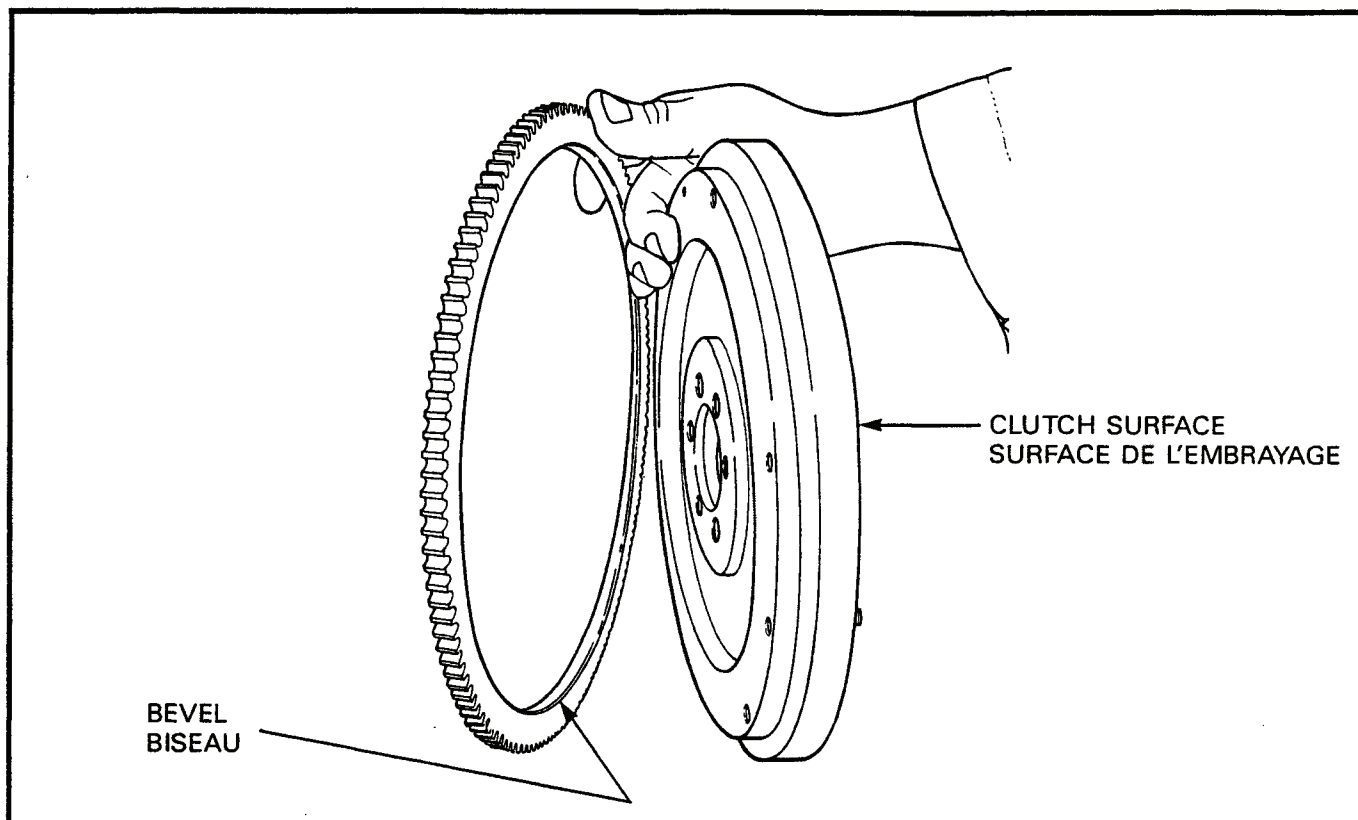

Figure 2-6-33 Ring Gear
48. Installation — To install, proceed as follows: a. Ensure the flywheel surface and the inner circumference of the ring gear are free of dirt and rough spots. b. Place the flywheel on a wood surface with the clutch surface facing down. c. Place the ring gear on the flywheel with the bevel on the inside diameter facing towards the flywheel, see Figure 2-6-33. d. Place a piece of 50/50 solder on the upper face of the gear.	48. Installation — Pour installer la couronne, procéder comme suit: a. S'assurer que la surface du volant et la circonférence intérieure de la couronne ne comportent aucune saleté ou point rugueux. b. Placer le volant sur une surface de bois, la surface de l'embrayage vers le bas. c. Placer la couronne sur le volant avec le biseau du diamètre interne vers le volant, voir figure 2-6-33. d. Placer un pièce d'étain à souder 50/50 sur la partie supérieure de la couronne.